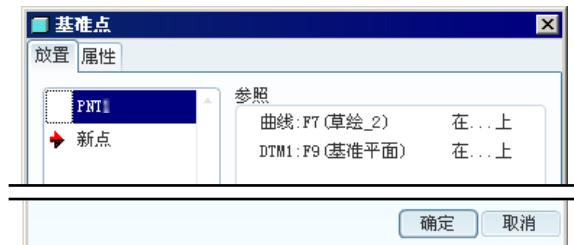

图 6.7.12 “基准点”对话框
- (1) 单击“创建基准点”按钮 , 系统弹出图 6.7.12 所示的“基准点”对话框。